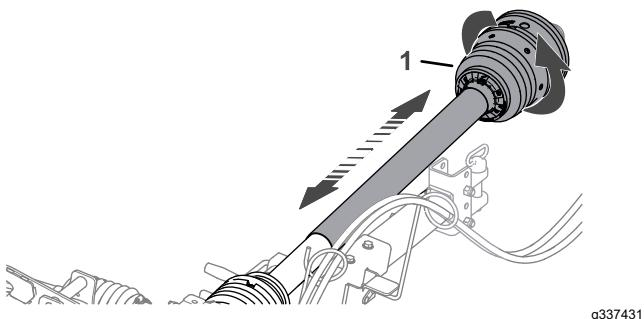

Рисунок 16
- Поверните переднюю половину кожуха вала механизма отбора мощности на один полный оборот (Рисунок 16).
и растянуть ее, убедившись в свободном телескопическом перемещении (Рисунок 16).